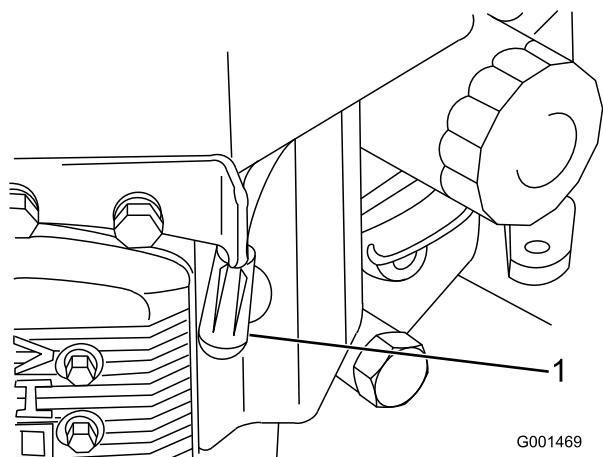

Figura 31
- Desconecte los cables de las bujías (Figura 31).